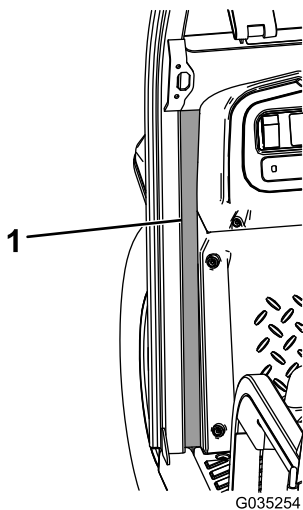

Figura 15
11. Rimuovete il supporto dalle tenute in schiuma sintetica anteriore destra e sinistra e attaccatele alla macchina (Figura 15).